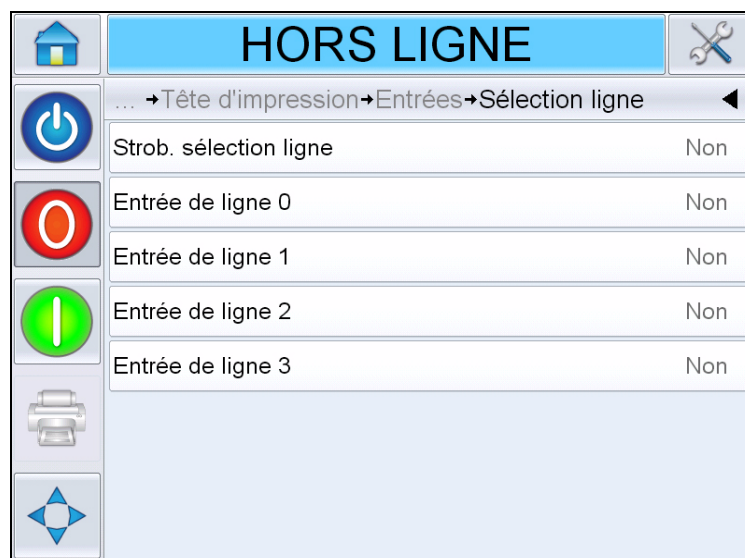

Figure 4-12: Page Sélection ligne entrée
- Sélection ligne : si *Sélection ligne* est activé sur le contrôleur, vous pouvez assigner une tâche spécifique à la ligne requise. Utilisez cette fonction pour afficher l'état en cours de ses entrées (voir Figure 4-12).